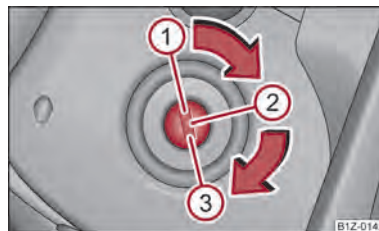

Fig. 99 Posiciones de la cerradura de encendido
- El motor se para girando la llave de contacto a la posición ① ⇒ fig. 99.